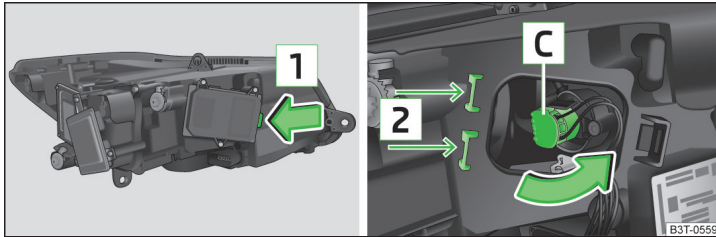

Abb. 205 Scheinwerfer mit Xenon-Licht: Glühlampe für Fernlicht wechseln
- › Die Schutzkappe in Pfeilrichtung **1** » Abb. 205 entriegeln und abnehmen.